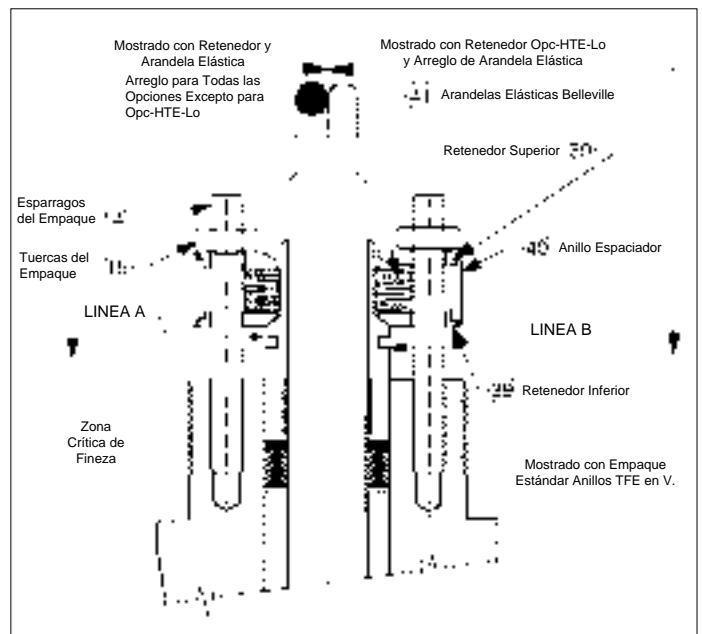
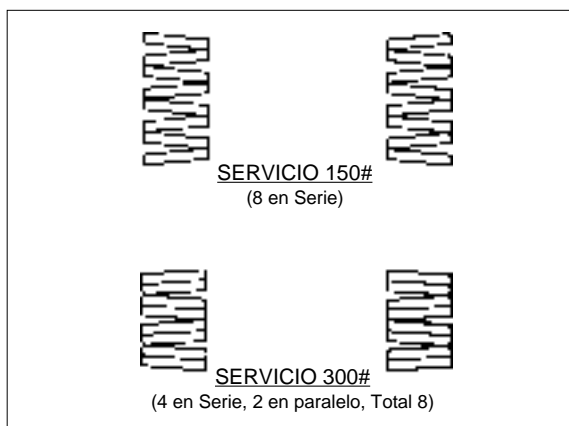
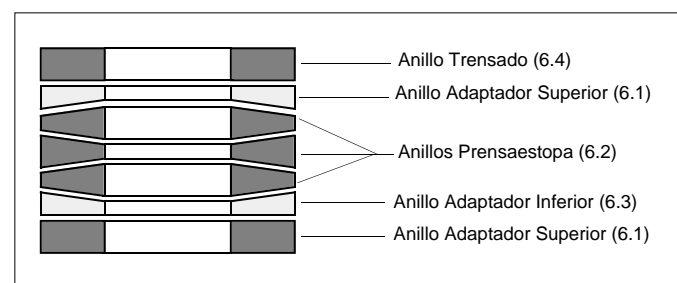

Figura 4: Orientación del Empaque Externo de Carga Viva
Figura 5: Orientación Arandelas Elásticas Belleville
Figura 6: Orientación del Empaque Opc- "HTE-Hi y Lo"
1. Remueva el ensamble actuador (AA) como se describió en la Sub-sección IV.B. Deje el ensamble cuerpo (BA) en una prensa de banco con el vástago (3) hacia arriba.
3. Afloje ambas tuercas del prensaestopas (15) hasta que exista juego entre el extremo inferior de la tuerca (15) y el extremo del retenedor superior (39). Ver la Figura 4.
4. El anillo espaciador (40) debe "rotar libremente". Si el mecanismo agrupado (39, 40, 41) no está "flojo" debido a la corrosión, escombros, suciedad, etc., golpee ligeramente con un martillo el anillo espaciador (40) mientras intenta levantar el anillo espaciador (40)/anillo retenedor inferior (39) con una herramienta plana. **NO REMUEVA LAS TUERCAS DEL PRENSAESTOPAS (15).**
- b. Coloque cuidadosamente un anillo de empaque (6.2) debidamente orientado sobre el extremo del vástago (3) y empujelo entre la caja del empaque de forma similar a lo realizado con el adaptador (6.3). Repita éste procedimiento para los cuatro anillos (6.2).
- c. Coloque cuidadosamente el adaptador superior (6.1) de manera similar a lo realizado con el adaptador inferior (6.3). Deje debidamente orientado en su posición el anillo prensaestopas (5).
- d. Coloque el retenedor inferior (39) sobre el extremo del vástago (3) y sobre los espárragos (14). Vea la Figura 4 para la correcta orientación.
- e. Oriente las arandelas de resorte (41) agrupandolas según la Figura 5. Baje las arandelas agrupadas (41) sobre el extremo del vástago (3) e introduzcalas hasta el retenedor inferior (39).
- f. Coloque el anillo espaciador (40) sobre el extremo de vástago (3) y encajelo en el borde del retenedor inferior (39).
- g. Coloque el retenedor superior (39) sobre el extremo del vástago (3), sobre ambos espárragos del empaque (14), y sobre el borde del anillo espaciador (40). Asegurese que el retenedor superior (39) está debidamente posicionado alrededor de su circunferencia.
- h. Instale las tuercas del prensaestopas (15), apriete a mano, y bájelas hasta el retenedor superior (39). (Ver la Figura 4.)
- i. Asegurese que las tuercas del prensaestopas (15) se han movido hacia abajo uniformemente de forma que el retenedor superior (39) esté a nivel. Apriete con una llave expansiva las tuercas (15) en incrementos de 1/2 vuelta. Continúe apretando las tuercas (15) hasta que el anillo espaciador (40) no pueda ser rotado con la mano; adicione 1/2 vuelta para mover hacia abajo cada tuerca (15) y así cargar adecuadamente el prensaestopas (6).
- 34B. *Para las Opciones de empaque Opc-HTE-Hi y Opc-HTE-Lo – (Refiérase a la Figura 6 para ver la adecuada orientación del empaque prensaestopas) -*
- a. Coloque cuidadosamente el anillo trenzado (6.4) sobre el extremo del vástago (3). Utilizando el anillo prensaestopas (5), empuje el anillo trenzado (6.4) entre la caja para empaques del bonete (2).
- b. Coloque cuidadosamente el adaptador inferior (6.3) debidamente orientado sobre el extremo del vástago (3) y empujelo entre la caja del empaque de forma similar a lo realizado con el anillo inferior trenzado (6.4).
- el extremo del vástago (3) y empujelo entre la caja del empaque de manera similar a lo realizado con el anillo trenzado inferior (6.4). Repita para cada anillo.
- d. Coloque cuidadosamente el adaptador superior (6.1) de manera similar a lo realizado con el adaptador inferior (6.3). Deje debidamente orientado en su posición el anillo prensaestopas (5).
- e. Coloque uno de los retenedores (39) sobre el extremo del vástago (3) y sobre los espárragos (14). Instale las tuercas del prensaestopas (15) y apriete a mano.
- f. Apriete uniformemente con una llave expansiva las tuercas del prensaestopas (15) y en incrementos de a 1/2 vuelta hasta que "la ranura superior de el anillo prensaestopas (5), identificada como "Line A" (Figura 4), esté a ras con el borde de arriba de la caja del empaque del bonete (2).
- g. Remueva las tuercas del empaque (15), retenedor (39) y el empaque prensaestopas (5).
- h. Coloque cuidadosamente el anillo trenzado superior (6.4) sobre el extremo del vástago (3) y empujelo entre la caja para empaques de manera similar a lo realizado con el anillo trenzado inferior (6.4). Deje debidamente orientado en su posición el anillo prensaestopas (5).
- i. Coloque debidamente orientado el anillo retenedor inferior (39) (vea la Figura 4) sobre el extremo del vástago (3) y sobre las tuercas del empaque (14). Instale las tuercas del empaque (15) y apriete a mano.
- j. Repita el Paso f. con la excepción que el juego de prensaestopas (6) debe ser comprimido entre la caja del empaque hasta que la "ranura inferior" identificada como "Line B" en el anillo prensaestopas (5) esté a ras con el borde de arriba de la caja del empaque del bonete (2).
- k. Remueva las tuercas del empaque (15). Deje el prensaestopas (5) y el retenedor inferior en su lugar.
- l. Oriente las arandelas agrupadas (41) según la Figura 5. Baje el agrupamiento (41) sobre el extremo del vástago (3) y entre el borde del retenedor inferior (39).
- m. Coloque el anillo espaciador (40) sobre el extremo del vástago (3) y entre el borde del retenedor inferior (39).
- n. Coloque el retenedor superior (39) sobre el extremo del vástago (3), sobre los dos espárragos del empaque (14), y entre el borde del anillo espaciador (40). Asegurese que el retenedor superior (39) esté debidamente posicionado alrededor de su circunferencia y que su inversión es correcta para las opciones HTE-Hi versus HTE-Lo.
- o. Instale las tuercas del empaque (15), apriete a mano, bajelas hasta el retenedor superior(39).
- p. Realice recorridos completos manualmente del vástago (3) un mínimo de cinco veces.
- q. Asegurese que las tuercas del empaque (15) estan totalmente abajo, de forma que el retenedor superior (39) esté a nivel con el lado superior del anillo espaciador (40). Apriete con una llave expansiva las tuercas del prensaestopas (15) en incrementos de a 1/2 vuelta. Continúe apretando las tuercas (15) hasta que el anillo espaciador (40) ya no pueda ser rotado con la mano; de 1/2 vuelta adicional a cada tuerca (15) para moverla hacia abajo y cargar adecuadamente el prensaestopas (6).
35. Reinstale las dos contratuercas (17) sobre el vástago (3) y rotelas tan abajo como sea posible.